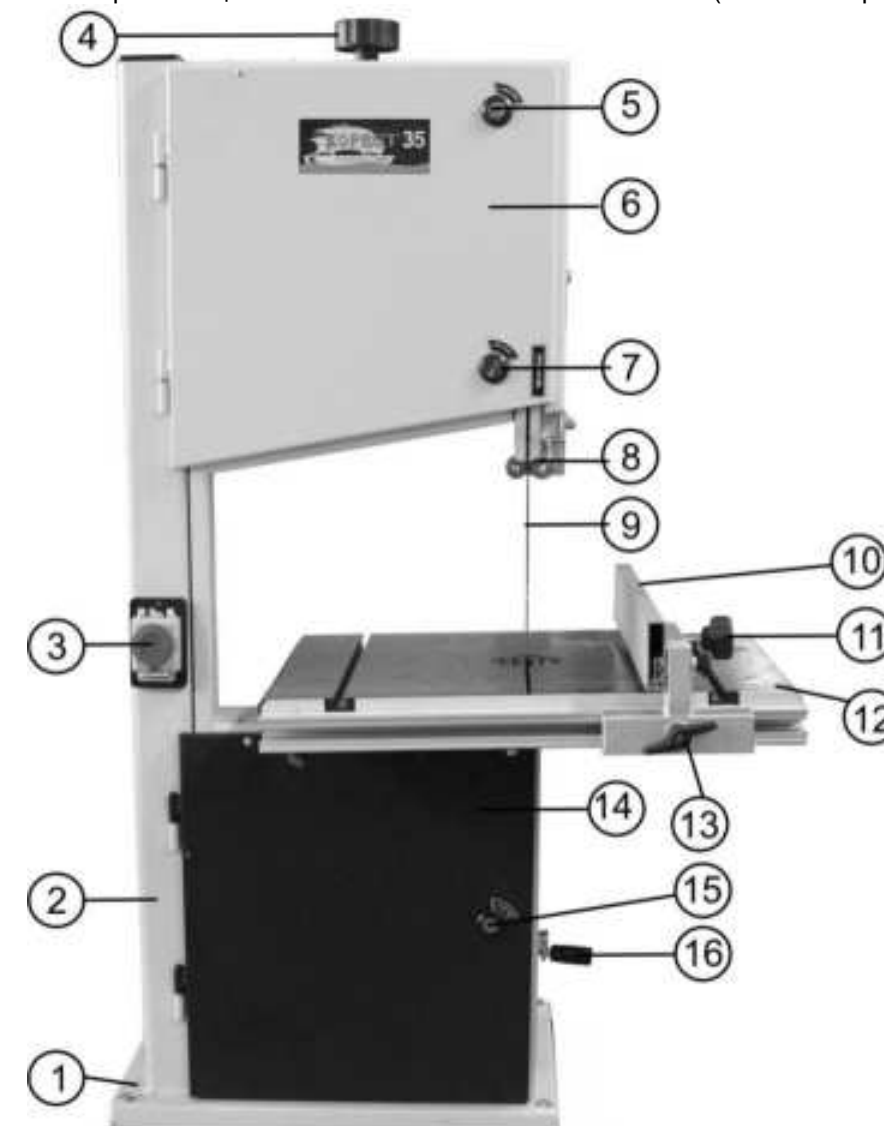
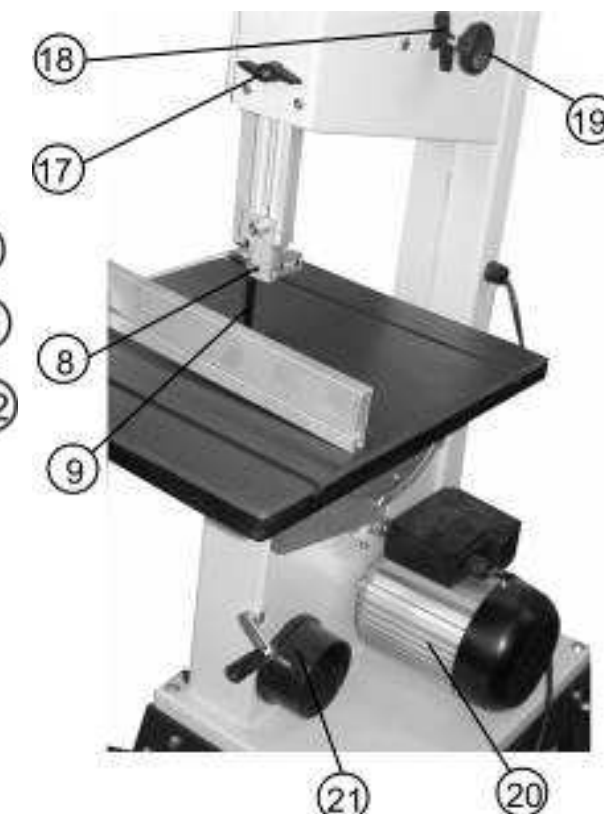

Рис. 2
Рис. 3
8.1.2. При установке пилы на верстаке (для обеспечения устойчивости) пила должна быть надежно прикреплена к верстаку через специальные отверстия в нижней части основания (1), Рис.2. Для этой цели необходимо установить болтовые соединения. Обязательно используйте при креплении плоскую и пружинную шайбы на каждый болт (не комплектуется).
- Переносите пилу при помощи подъемных механизмов и приспособлений, учитывая массу пилы (см. Табл.1) и только за основание (1), Рис.2.
- 12.1.1. Перед включением убедитесь в том, что патрубок пылесборника (21) пилы, Рис. 2, Рис. 3, подсоединён к устройству для сбора стружки и древесной пыли (см. Приложение А).
- 12.1.2. Поместите заготовку на рабочий стол (12). Проверьте плавность движения и равномерность прилегания заготовки к подвижному упору (10) и рабочему столу (12), Рис. 2.
12.3.4. Подачу заготовки осуществляйте двумя руками, не допуская опасной близости их к движущейся пильной ленте (9), с равномерной скоростью, без толчков, постоянно контролируя прижим заготовки как к рабочему столу (12), так и к подвижному упору (10). Продольное усилие подачи не должно перегружать пилу, не должно смещать пильную ленту (9) от траектории движения. Любая остановка заготовки может образовать неровность или ступень на срезе заготовки, Рис. 2.
12.3.6. При выполнении прямолинейных продольных или поперечных пиления заготовка обязательно должна плотно лежать на рабочем столе (12) и, кроме того, опираться на подвижный упор (10). Позиция подвижного упора (10) определяется заданным размером детали. Подвижный упор (10) должен быть точно выставлен и жестко зафиксирован, Рис. 2.
10.3. Установка маховика натяжения пильной ленты (Рис. 2)
10.3.1. Маховик (4), входящий в комплектность пилы, Рис. 1, установите, как показано на Рис. 2.
10.4. Установка ручки маховика натяжения ремня (Рис. 2)
10.4.1. Ручку (Ж), Рис. 1, установите в маховик (16), как показано на Рис. 2.
11.1.1. В связи с выполнением ряда работ, возникает периодическая необходимость установки рабочего стола (12) под прямым углом к пильной ленте (9), Рис. 2. На данной пиле предусмотрено такое фиксированное положение.
11.3.3. Поверните маховики замков (5, 7, 15) против часовой стрелки, откройте верхний и нижний кожухи (6 и 14), Рис. 2.